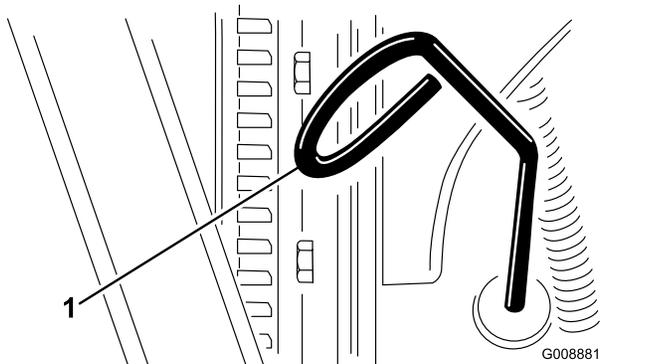

Bild 59
2. Nehmen Sie den Peilstab (Bild 59) heraus und wischen Sie ihn mit einem sauberen Lappen ab.